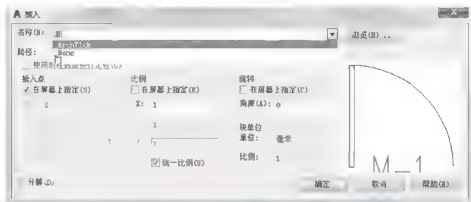

图 3.84 【名称】下拉列表中无“窗”图块
(1) 单击【绘图】工具栏上的【插入块】图标 (快捷键 I),弹出【插入】对话框。
(2) 在【插入】对话框的【名称】下拉列表中没有找到“窗”图块,如图 3.84 所示。单击旁边的【浏览】按钮,弹出【选择文件】对话框,找到刚才存盘的“窗”图块后单击【打开】按钮返回【插入】对话框。
(3) 不勾选【统一比例】复选框, 设置【插入】对话框中的缩放比例: 【X】设置为“2.4”, 【Y】设置为“1”, 【Z】设置为“1”。